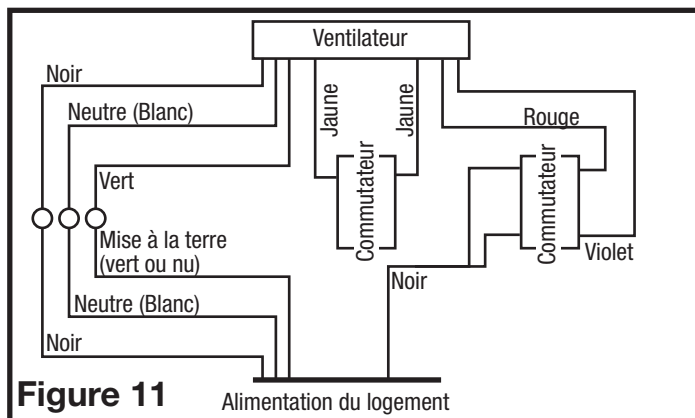

Figure 11
REMARQUE : Si la bride de montage est installée sur le boîtier du ventilateur, enlevez les deux vis qui relient la bride de montage du plafond au boîtier et mettez de côté (**Figure 11**).
4. Fixez les fils électriques au logement avec une prise électrique approuvée. Pour les ventilateurs à deux vitesses, raccordés pour une ventilation continue, connectez le fil blanc du ventilateur au fil blanc (neutre) de la source d'alimentation. Connectez le fil de terre de la maison au fil vert du boîtier du ventilateur. Connectez le fil noir du ventilateur au fil noir (chaud) de la source d'alimentation. Le ventilateur fonctionnera à faible vitesse, en continu, et augmentera à haute vitesse sur une hausse de l'humidité. Utilisez un interrupteur correctement mis à terre, connectez 1 fil jaune de chaque côté de l'interrupteur. Fermer l'interrupteur changera la vitesse de normale à haute vitesse. Utilisez un interrupteur à bascule standard duplex correctement mis à terre (comme Leviton 5224-2W, non inclus) pour relier le fil noir de la source d'alimentation au côté de l'interrupteur de haut et de bas. Connectez le fil rouge (lumière) du boîtier du ventilateur à l'autre côté de l'interrupteur du haut et connectez le fil violet (veilleuse) du boîtier du ventilateur à l'autre côté de l'interrupteur du bas. Un interrupteur à commande manuelle (non inclus) peut être utilisé pour éteindre manuellement le ventilateur (Figure 11).